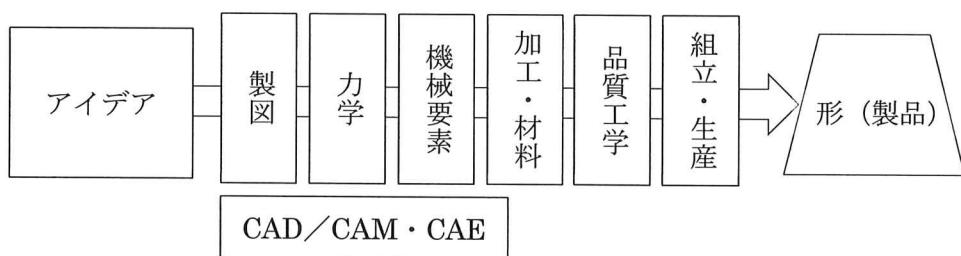

図1 工業製品の設計プロセス (MONOWEB から引用)
(2) 機械の設計は図1に示す機械の設計プロセスに沿って、アイデアから形(製品)になって行く。そのプロセスの中で「工業材料」は機械部品の材料を選定できるように指導し、「材料力学」はその材料の強度を検証できるように指導する。「機械工作技術」は部品の製作方法を決定できるように指導する。また、標準化された機械要素部品は、「機械要素技術」で解説し、効率の良い設計につながるように指導する。